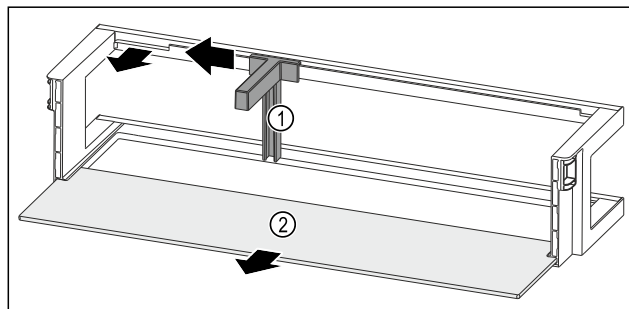

Fig. 116 Dveřní přihrádka s držákem lahví a odkládací plochou
- ▶ Držák lahví Fig. 116 (1) posuňte na stranu až k vybrání.
- ▶ Držák lahví Fig. 116 (1) odeberte.
- ▶ Odkládací plochu Fig. 116 (2) odeberte.